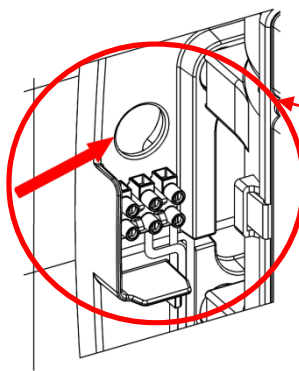

Рисунок 5.
- Пропустить питающие кабели электросети через отверстие диаметром 22 мм. (0,87"), которое расположено над колодкой подключения аппарата (Рисунок 5)
Некоторые модели сушилок 'Machflow' имеют внутреннее нагревательное устройство, которое можно включить с помощью выключателя (Рис. 5)"